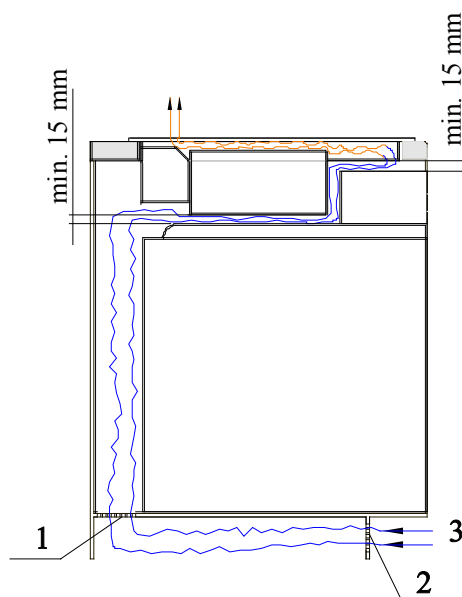

Рис. 5. Способ встраивания варочной панели над духовкой
- в том случае, если задняя стена шкафчика /кухонного гарнитура/ является сплошной, необходимо проделать в ней вентиляционные отверстия, как показано на **рис. 5**;